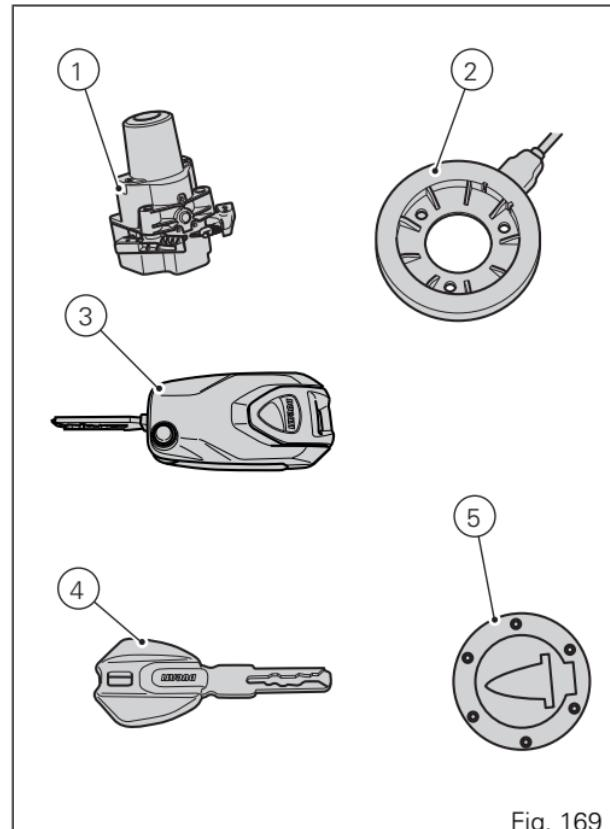
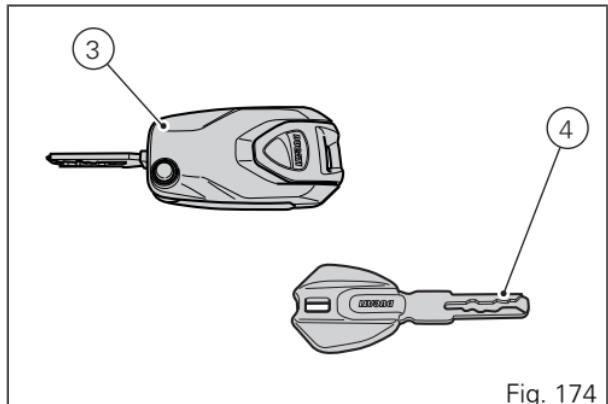

Fig. 169
Fig. 174
El bloque "Hands free" (1, Fig. 169) está ubicado en la parte delantera del depósito y para acceder es necesario quitar el portillo (8) levantándolo hacia arriba.
El key-on se obtiene presionando la tecla (6) del manillar y con la presencia de la llave activa (3, Fig. 174).
El key-off se obtiene presionando la tecla (6) del manillar, incluso sin la presencia de la llave (3, Fig. 174) cuando la velocidad del vehículo es igual a cero.
El key-on se obtiene presionando el pulsador (7) en el bloque Hands free (1, Fig. 169) y con la presencia de la llave activa (3, Fig. 174).
El key-off se obtiene presionando el pulsador (7) en el bloque Hands free (1, Fig. 169), incluso sin la presencia de la llave (3, Fig. 174).
El key-on se obtiene presionando la tecla roja (6) del manillar y con la presencia de la llave pasiva (4, Fig. 174).
El key-off se obtiene presionando la tecla roja (6) del manillar, incluso sin la presencia de la llave (4, Fig. 174) cuando la velocidad del vehículo es igual a cero.
El key-on se obtiene presionando el pulsador (7) en el bloque hands free y con la presencia de la llave pasiva (4, Fig. 174).
El key-off se obtiene presionando el pulsador (7) en el bloque Hands free (1, Fig. 169), incluso sin la presencia de la llave (4, Fig. 174).
El key-on se obtiene presionando el pulsador (7) en el bloque hands free (1, Fig. 169) sin la presencia de las llaves (3, Fig. 174) y (4, Fig. 174) e introduciendo el pin code en el salpicadero.